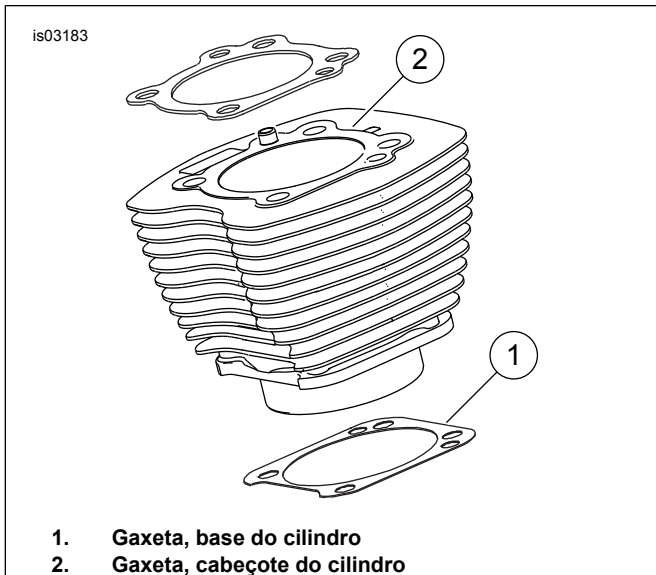

Figura 1. Gaxetas dos cilindros
Veja a Figura 1. A gaxeta da base do cilindro de 4,060 pol. (1) e a gaxeta do cabeçote do cilindro (2) eliminam a necessidade de anéis de vedação "o-ring". Não use anéis de vedação "o-ring" em pinos de encaixe do cilindro ou em bicos do cilindro.